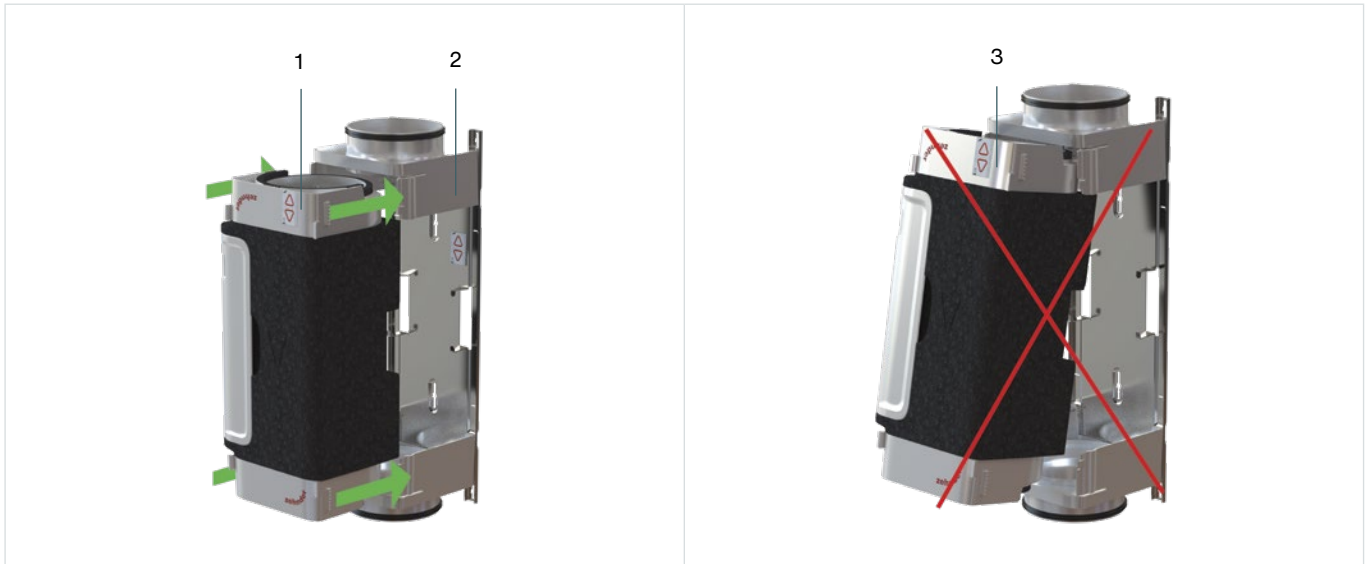

Fig. 5.3 - Plaatsing VM in VM-frame
3. Plaats het VM-interior (Fig. 5.3, pos. 1) rechtstandig (loodrecht) terug in het VM-frame (Fig. 5.3, pos. 2).
Het schuin plaatsen (Fig. 5.3, pos. 3) van de VM veroorzaakt schade aan de VM. Plaats de VM altijd rechtstandig (loodrecht) zoals afgebeeld in Fig. 5.3, pos. 1 en pos. 2.
3. Plaats de VM rechtstandig (loodrecht) (Fig. 5.3, pos. 1) in het VM-frame (Fig. 5.3, pos. 2).